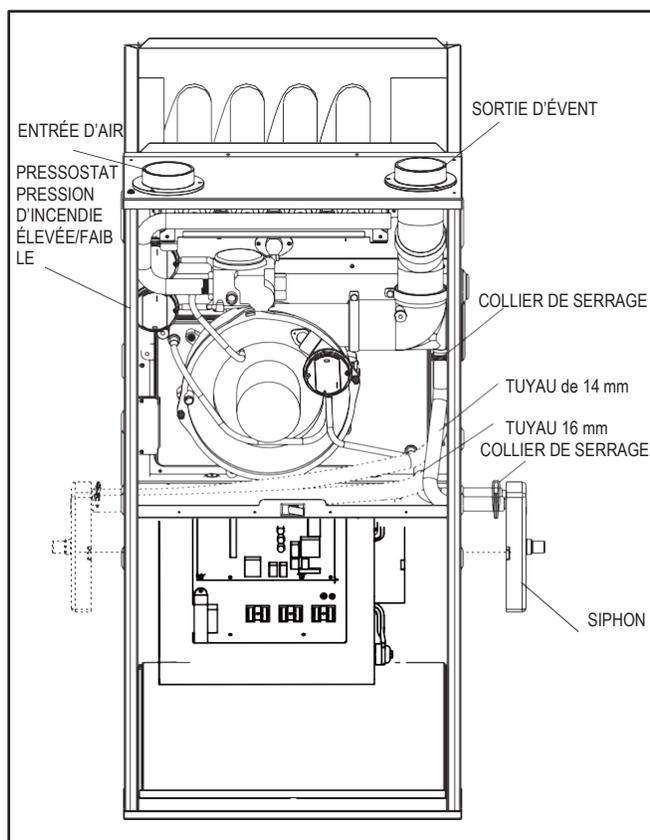

Fig. 11 - installation du débit ascendant, ventilation supérieure
1. Ventilation supérieure (voir Fig. 11)
- Connecter un flexible de 16 mm entre le boîtier collecteur et le siphon et connecter un flexible de 14 mm entre le coude et le piège. (Voir Fig. 11). Couper les flexibles excédentaires si nécessaire.